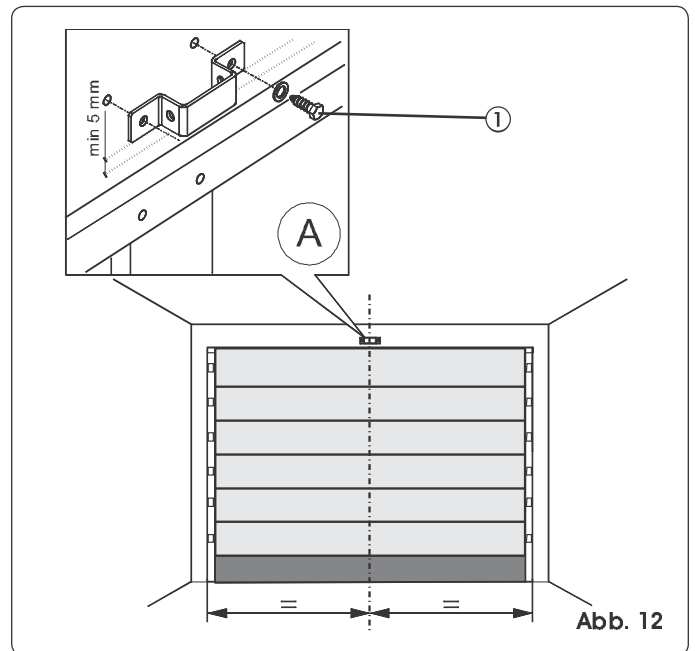

Abb. 12
- 1) Auf dem Sturz eine Linie anzeichnen, die mit der vertikalen Mittellinie des Tors übereinstimmt (Abb. 12).
- 3) Den Fixierbügel der vorderen Befestigung positionieren, wobei die Unterkante mindestens 5 mm über der Stelle, an der sich die Linien überschneiden, liegen und zur vertikalen Linie zentriert sein muss (Abb. 12). Für die korrekte Positionierung des Bügels zum Befestigungspunkt am Tor wird auf den Abschnitt 7.2 verwiesen.
- 5) Bohren und mit den Schrauben montieren (Bez. ① Abb. 12) **NICHT** im Lieferumfang enthalten.